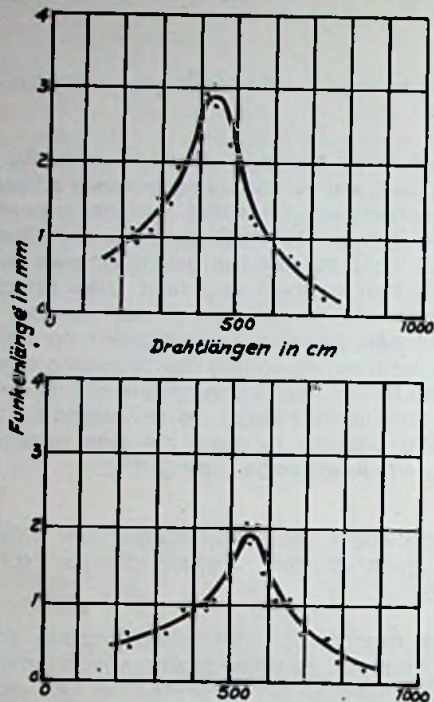

Fig. 2
⑥ Hertz meet resonantiekrommen van elektrische trillingsystemen waarbij de lengte van een vonk de sterkte van de secundaire trilling indiceert (Lit. 12 blz 49 1887; zie fig. 2).